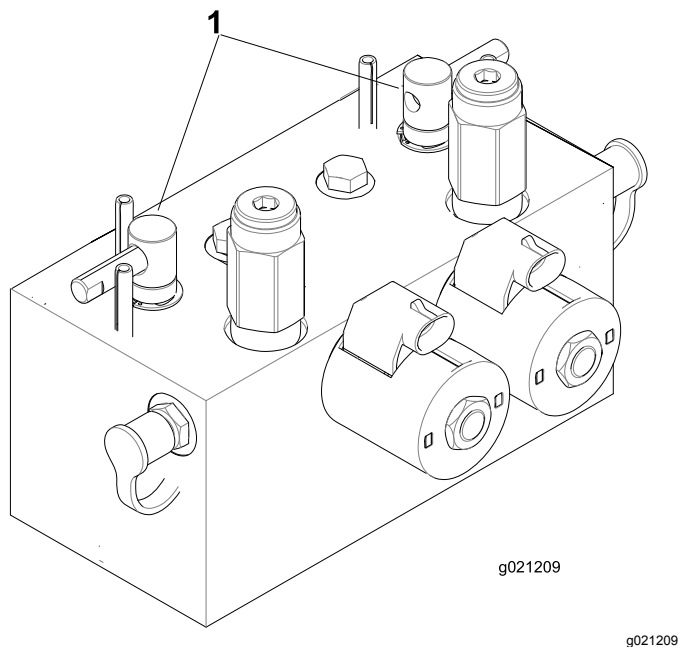

Bild 107
2. Entriegeln und klappen Sie den Sitz hoch, um die Lapphebel frei zu legen (Bild 107).
5. Wählen Sie entweder den vorderen, hinteren oder beide Lapphebel aus, um festzulegen, welche Geräte geläppt werden (Bild 107).